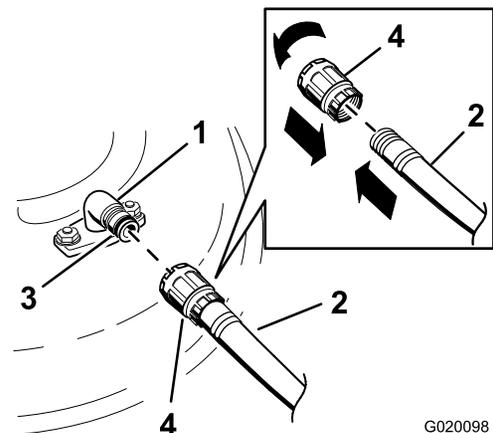

Figura 67
- Conecte el acoplamiento de la manguera al extremo del conector de lavado del cortacésped, y abra el grifo al máximo (Figura 67).